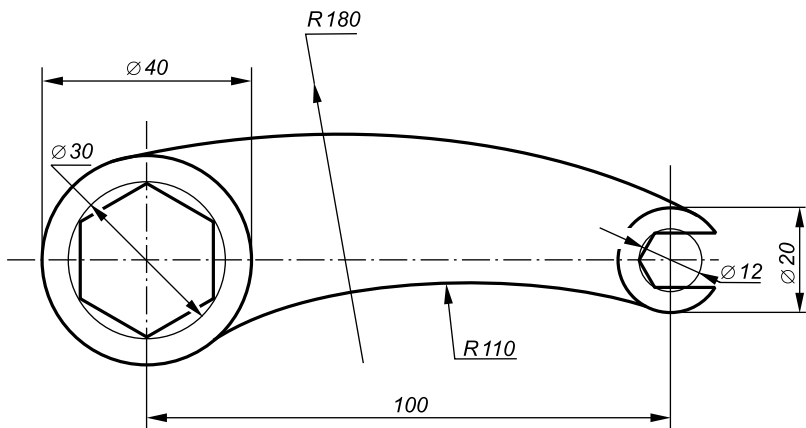

Рис. 1
1.10. В масштабе 1:1 выполнить чертежи, представленные на рис. 1, 2 и 3. Определить центры и точки сопряжений.